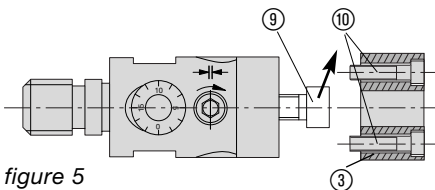

figure 5
Monter l'entretoise ③. Serrer à l'aide de la vis ⑩ qui permet de centrer le porte outil et de le bloquer sur la face striée avec un couple de 1,5 Nm (figure 5).